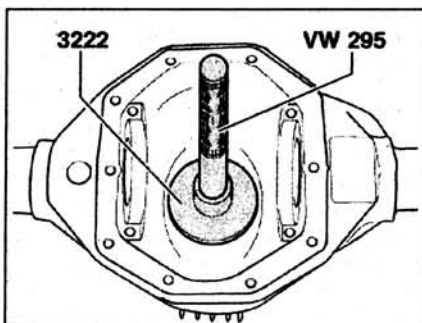

Рис. 4.88. Запрессуйте наружную обойму конического роликового подшипника (со стороны ведущей конической шестерни главной передачи).
12. Запрессуйте наружную обойму конического роликового подшипника (со стороны ведущей конической шестерни главной передачи) (рис. 4.88).